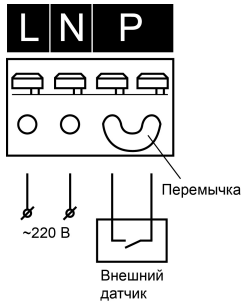

Рис. 1. Расположение контактов.
8.3. Подключите питающие провода к клеммной колодке, (рис. 1), соблюдая условие: **L - фаза, N - ноль**. При необходимости подключения датчика удалите из контактов **P** перемычку и подключите к ним внешний датчик (при отсутствии датчика сохраните перемычку на месте!). Колодка оснащена самозажимным пружинным механизмом и не требует специального инструмента. Для подключения нажмите на рычаг и введите подготовленный провод в соответствующую клемму, отпустите рычаг. Для подключения светильника предпочтительно применять провода из меди сечением до 2,5 мм². Длина зачищенного провода должна быть 5-8 мм.